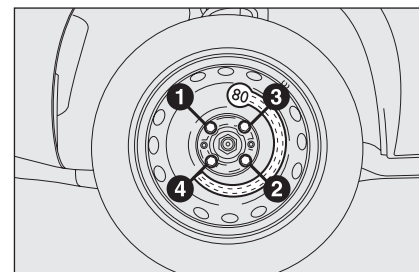

fig. 16
- ☐ en se servant de la clé fournie, serrer les boulons à fond selon l'ordre représenté précédemment pour la roue compacte **fig. 16**;